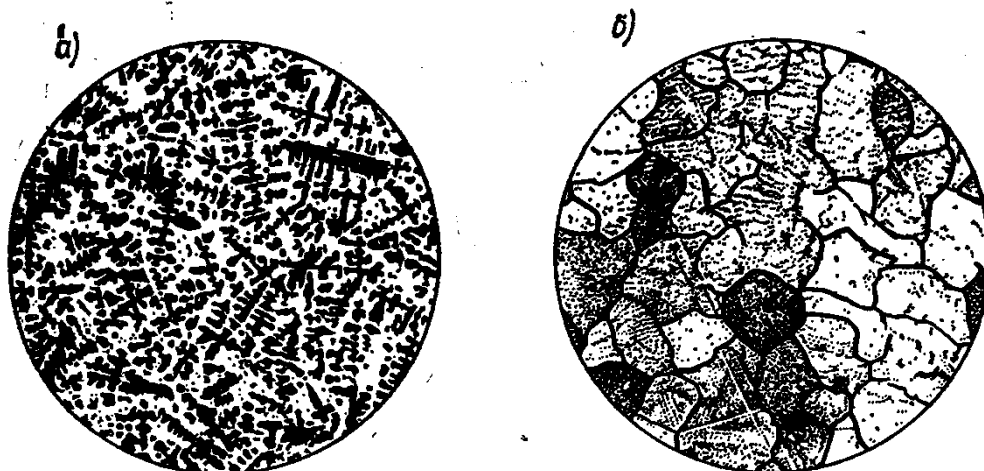

Рис. 3 Микроструктура оловянной бронзы с 5% олова:
**Оловянные бронзы** — сплавы меди с оловом с добавлением фосфора, цинка, свинца. В деформированном и отожженном состоянии при содержании олова до 5–6%, бронзы однофазны, их структура — кристаллы  $\alpha$ -твердого раствора олова в меди (рис. 3б). Эти бронзы пластичны, используются как деформируемые. При содержании олова более 6% в структуре литейных бронз появляется вторая фаза —  $\delta$  ( $\text{Cu}_{31}\text{Sn}_8$ ) в составе эвтектоида ( $\alpha + \delta$ ) (рис. 3а).